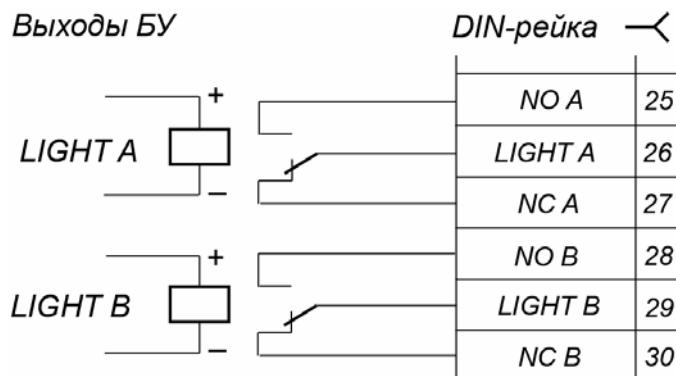

Рисунок 10. Выходные каскады для *Light A* и *Light B*
**5.4.4 Выносные световые индикаторы** подключаются на клеммы DIN-рейки 25...30. При этом реле «*Light A*» («*Light B*») активизировано (на его обмотку подано напряжение), когда горит соответствующий данному направлению прохода зеленый индикатор на блоке индикации турникета, и нормализовано (на его обмотку напряжение не подано), когда горит соответствующий данному направлению прохода красный индикатор. Выходные каскады для *Light A* и *Light B* – перекидные контакты реле (см. рис. 10) со следующими характеристиками сигналов: